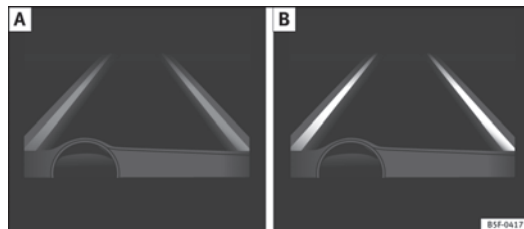

Fig. 145 En la pantalla del cuadro de instrumentos: indicación en la pantalla del sistema de aviso de salida del carril (ejemplo 1).
- El sistema está activado, pero no disponible, bien por no haber alcanzado la velocidad mínima o bien porque no reconoce las líneas de carril ⇒ fig. 145 A.
- El sistema está activado y disponible, tiene las dos líneas del carril reconocidas. En este momento no está corrigiendo la trayectoria ⇒ fig. 145 B.